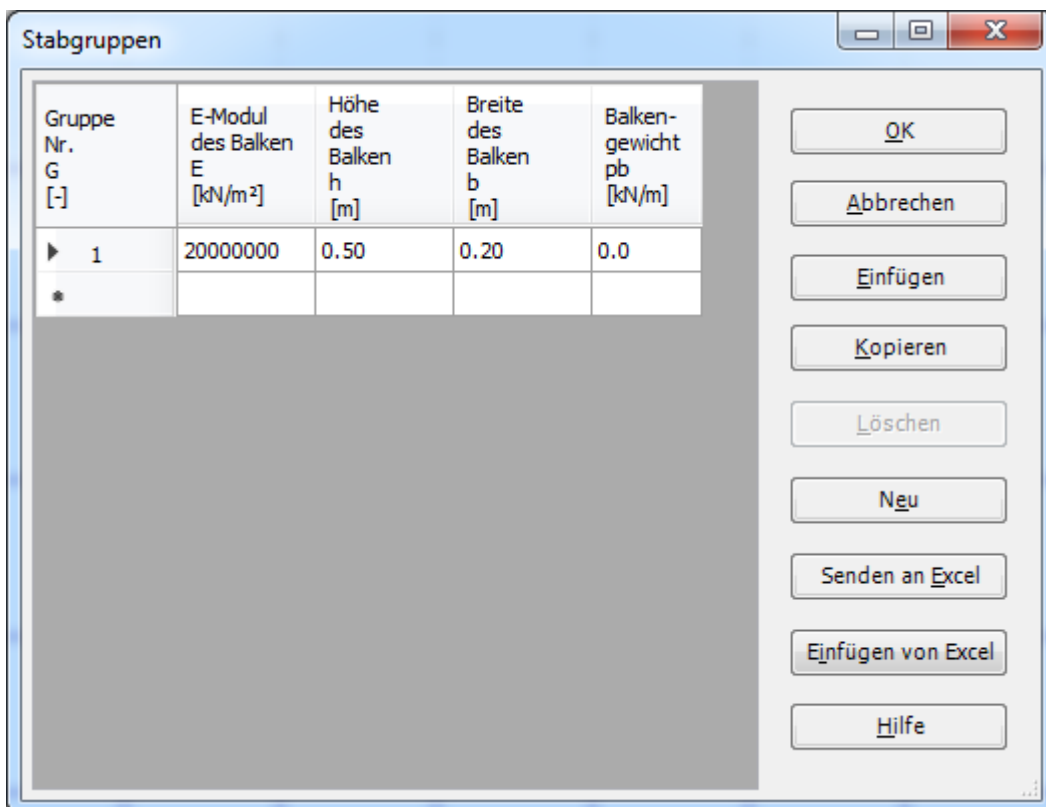

Bild 7.13 Listenfeld "Beschreibung der Stabgruppen"
Danach erscheint das folgende Listenfeld im Bild 7.13.
- Geben Sie die Materialeigenschaften des Rahmentragwerks, Querschnittabmessungen und das Gewicht des Rahmentragwerks ein, wie im Bild 7.13 gezeigt. Dies geschieht durch Eingabe des Wertes in der entsprechenden Zelle und Drücken der "Eingabe"-Taste